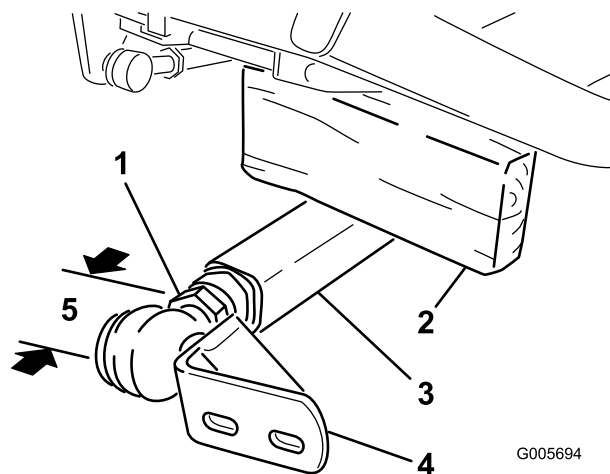

Figure 20
3. Faites-vous aider par une autre personne pour appuyer sur le bras de poussée gauche. Insérez ensuite une cale en bois de 51 x 102 mm entre le cadre et le haut du bras de poussée (Figure 20). Vissez la rotule dans le bras de poussée gauche jusqu'à ce que le centre de la rotule se trouve à 60 mm de l'avant du bras de poussée (Figure 20). Ne serrez pas l'écrou de blocage.